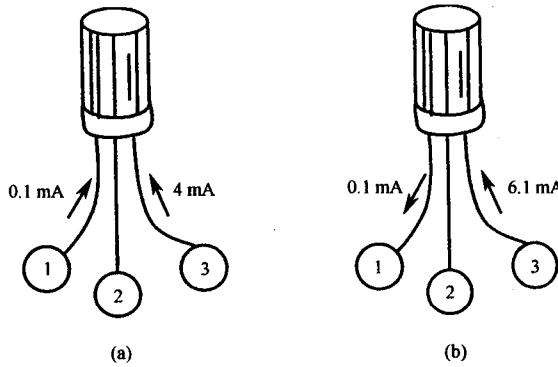

图 1.10
(5) 工作在放大电路中的两个晶体三极管, 其电流分别如图 1.10(a), (b)所示。
- ① 试分别在图中标出管脚 e,b,c;
- ② 判别其管型, 并估算它们的 $\bar{\beta}$ 值 (设 $I_{CBO} \approx 0$)。